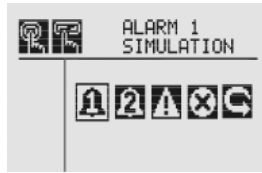

Figure 16. Menu Alarm/Fault Simulation (Simulation d'alarme/d'erreur)
- La figure 16 présente les options de menu permettant de simuler une alarme 1, une alarme 2, un avertissement ou une erreur. Sélectionnez la flèche vers l'arrière pour afficher le menu Alarms/Fault Reset (Réinitialisation des alarmes/erreurs).